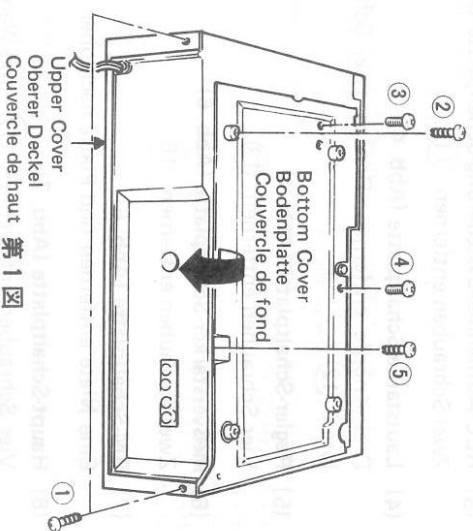
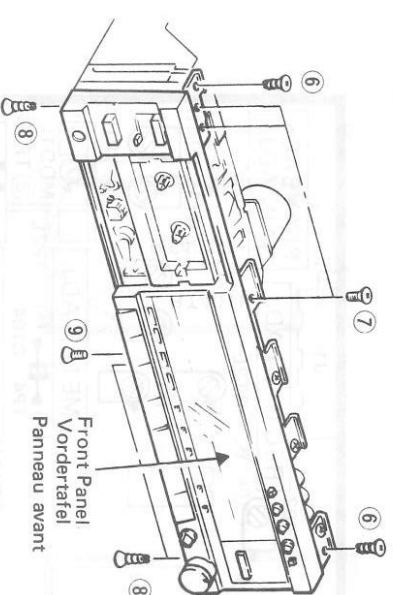

Fig. 1 Abb. 1
Fig. 3 Abb. 3
- (1) **Upper Cover (Fig. 1)**
- (2) **Bottom Cover (Fig. 1)**
- (4) **Front Panel (Fig. 1, 3)**
Remove the upper cover and cassette lid. (Fig. 1) Then, remove two screws (6), three screws (7), three screws (8) and one screw (9). Next, remove connectors (12 places) and pull the front panel forward. (Fig. 3)
- (1) **Oberer Deckel (Abb. 1)**
- (2) **Bodenplatte (Abb. 1)**
- (4) **Vordertafel (Abb. 1, 3)**
Oberer Deckel und Kassettenfachdeckel entfernen. (Abb. 1) Dann zwei (6), drei (7), drei (8) und eine (9) Schrauben entfernen. Sodann Verbindungsklemmen (12 Stellen) lösen und Vordertafel nach vorne ziehen. (Abb. 3)
- (1) **Couvercle de haut (Fig. 1)**
- (2) **Couvercle de fond (Fig. 1)**
- (4) **Panneau avant (Fig. 1, 3)**
(Fig. 1) Retirer ensuite les deux vis de fixation ⑥, les trois vis de fixation ⑦, les trois vis de fixation ⑧ et la vis de fixation ⑨.
Ensuite, déposer les connecteurs (à 12 emplacements) et dégager le couvercle de haut en le tirant vers soi. (Fig. 3)